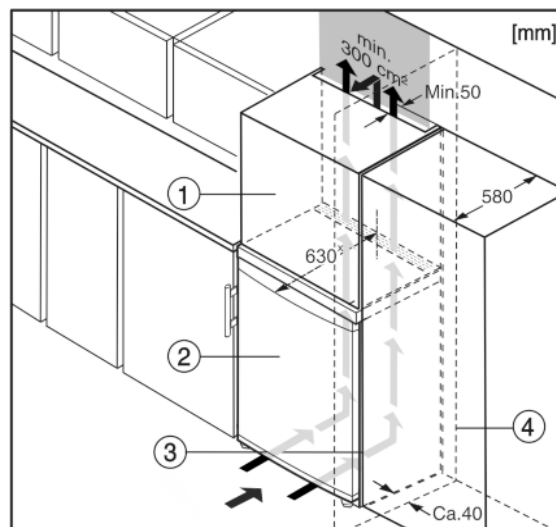

Fig. 10
Устройство может быть окружено предметами кухонной обстановки. Чтобы уравнивать устройство Fig. 10 (2) по высоте с кухонной стенкой, можно установить над устройством соответствующий дополнительный шкафчик Fig. 10 (1).
При комбинировании с кухонными шкафами (глубина макс. 580 мм) устройство можно установить непосредственно рядом с кухонным шкафом Fig. 10 (3). Устройство выступает сбоку на 34 мм\* и по центру на 50 мм\* относительно передней стенки кухонного шкафа.
Если устройство установлено на шарнирах у стены Fig. 10 (4), то расстояние между устройством и стеной должно быть не менее 40 мм. Настольно выступает ручка при открытой двери.